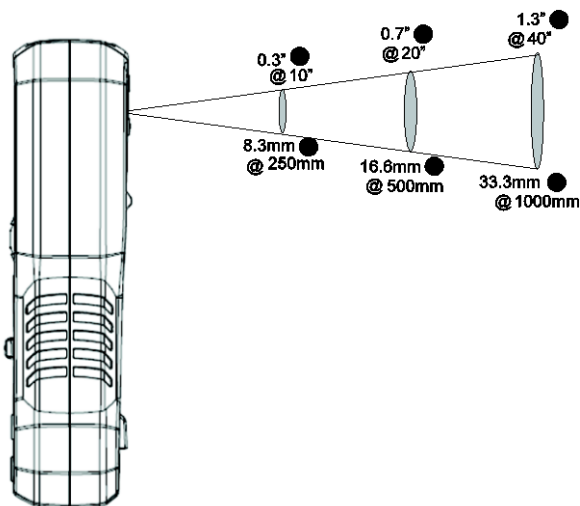

Fig. 8-2 Forholdet afstand-til-sted 30:1
6. Forholdet afstand-til-sted for billedenheden er 30:1, hvilket betyder, at målestedet altid er 30 gange mindre end afstanden fra måler til sted (på en afstand af 30" 'ser' måleren en målplet på 1"). **Se Fig. 8-2.**